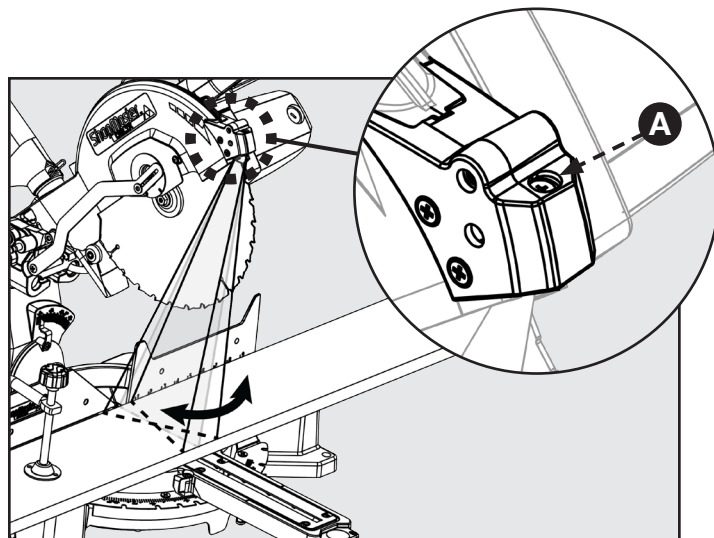

FIGURE 23
Consultez la figure 23 et suivez les instructions suivantes si vous remarquez que la ligne du laser n'est pas parfaitement parallèle avec la lame de la scie : tournez la vis (A) avec un tournevis à tête cruciforme pour que la ligne du laser soit parallèle avec la lame de la scie.